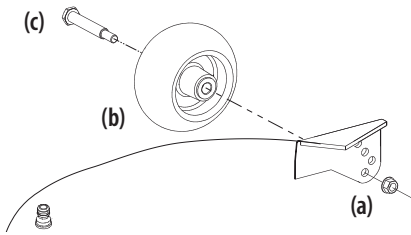

Figura 12
6. Extraiga la tuerca e seguridad (a) rueda de calibración (b) y el tornillo con reborde (c) de la plataforma. Consulte la Figura 12 en la página 42.